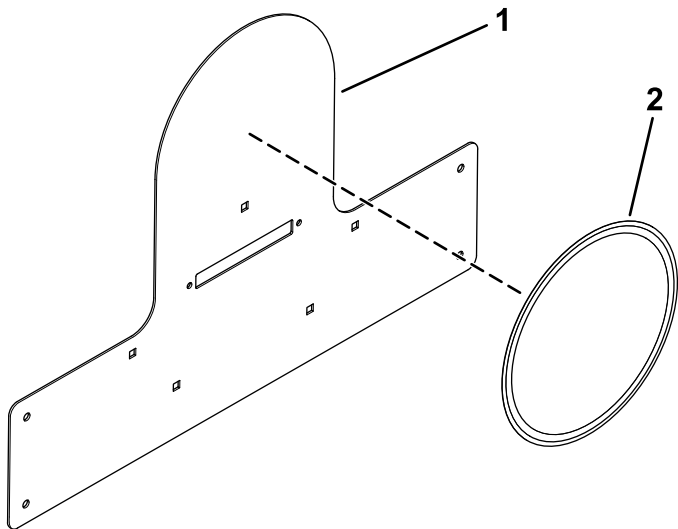

Bild 25
5. Bringen Sie das entsprechende Geschwindigkeitsaufkleber auf der Halterung der Geschwindigkeitsplatte an (Bild 25).